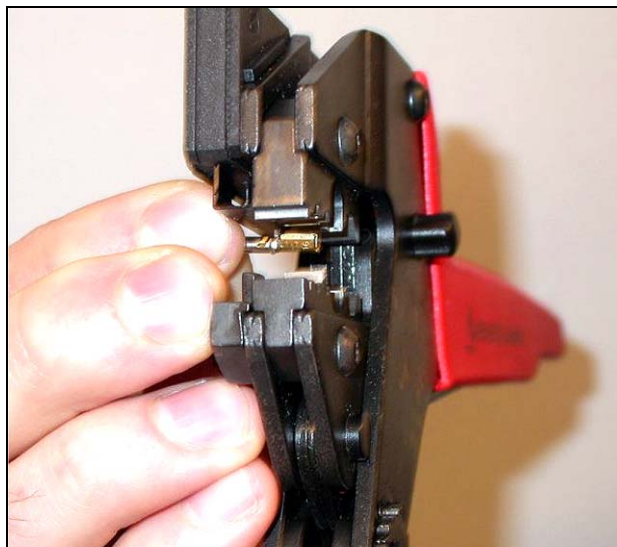
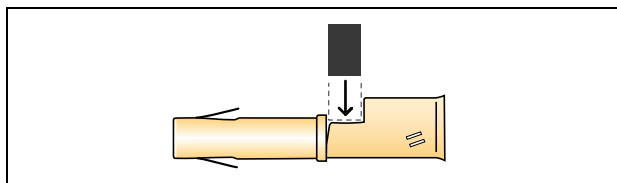

figura 20.12: Crimpatura di un contatto della presa (1)
figura 20.13: Posizionamento del contatto della presa
- 10 Inserire un contatto della presa nella pinza (utensile 3, vedere figura 20.12). La parte superiore della pinza a crimpare presenta uno scalino per il posizionamento del contatto nell'utensile (vedere figura 20.13).